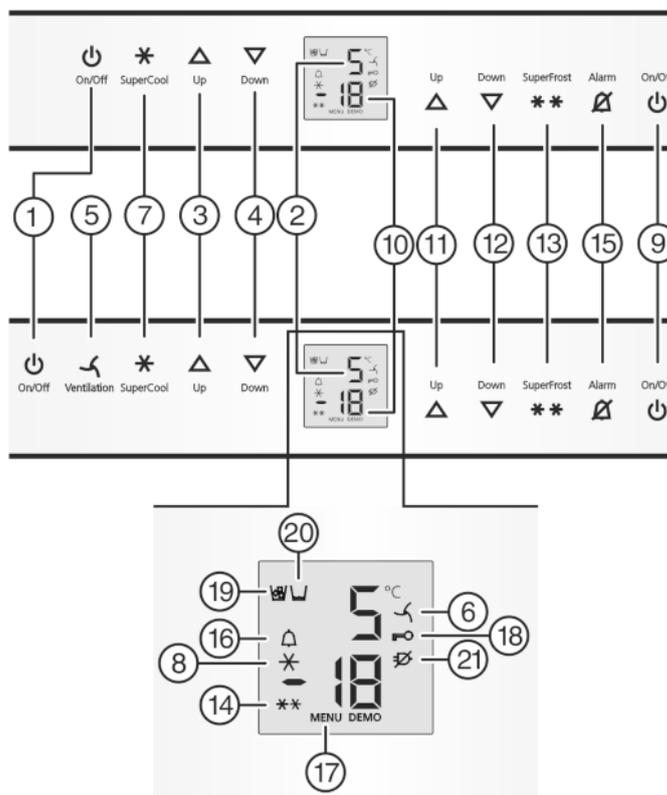

Fig. 2
- ▶ Taste On/Off Gefrierteil *Fig. 2 (9)* drücken.
- ▶ Taste On/Off Kühlteil *Fig. 2 (1)* drücken.
- ▷ Kühlteil ist eingeschaltet; Temperaturanzeige Kühlteil *Fig. 2 (2)* leuchtet. Beim Öffnen der Kühlteiltür geht die Innenbeleuchtung an.
- ▶ Einstellmodus aktivieren: Taste SuperFrost *Fig. 2 (13)* ca. 5 s drücken.
▷ Das Symbol Menu *Fig. 2 (17)* leuchtet.
- ▶ Die Taste SuperFrost *Fig. 2 (13)* kurz drücken, um zu bestätigen.
- ▶ Zum Einschalten der Kindersicherung Taste SuperFrost *Fig. 2 (13)* kurz drücken.
▷ Das Symbol Kindersicherung *Fig. 2 (18)* leuchtet. In der Anzeige blinkt **c**.
- ▶ Zum Ausschalten der Kindersicherung Taste SuperFrost *Fig. 2 (13)* kurz drücken.
▷ Das Symbol Kindersicherung *Fig. 2 (18)* erlischt. In der Anzeige blinkt **c**.
- ▶ Einstellmodus deaktivieren: Taste On/Off Gefrierteil *Fig. 2 (9)* drücken.
- ▶ Taste Alarm *Fig. 2 (15)* drücken.
Gleichzeitig blinkt die Temperaturanzeige und das Symbol Alarm *Fig. 2 (16)*.
Der Tonwarner verstummt automatisch, das Symbol Alarm *Fig. 2 (16)* geht aus und die Temperaturanzeige hört auf zu blinken, wenn die Temperatur wieder ausreichend kalt ist.